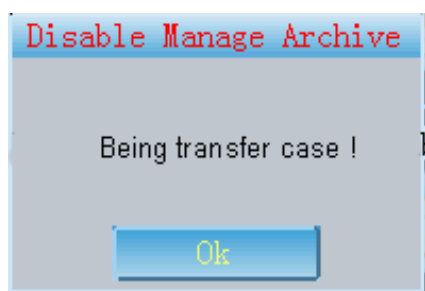

Fig. 13-10-3
- 4 Después de iniciar el software de análisis de sincronización, cuando tiene que cargar el caso, haga clic en la función de Gestión de Archivos, y aparecerá la interfaz como se muestra en la Fig.13-10-3.